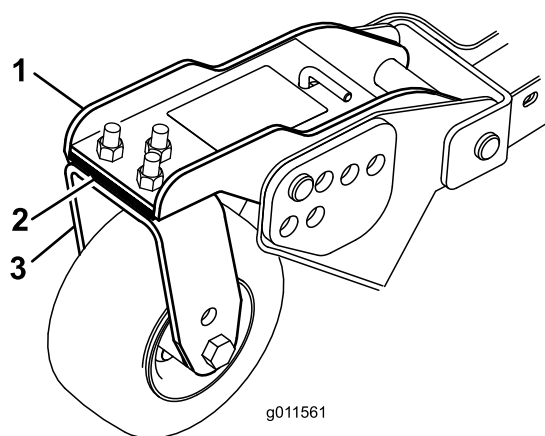

Figura 27
3. Ajuste os calços de 3 mm na(s) forquilha(s) da roda giratória de forma que coincidam com altura de corte fixada no autocolante (Figura 27).
5. Se a extremidade interior da plataforma do cortador lateral estiver demasiado levantada em relação à ponta exterior da plataforma do cortador dianteira, retire os calços de 3 mm do fundo do braço da roda giratória dianteira interior na plataforma do cortador lateral (Figura 27).